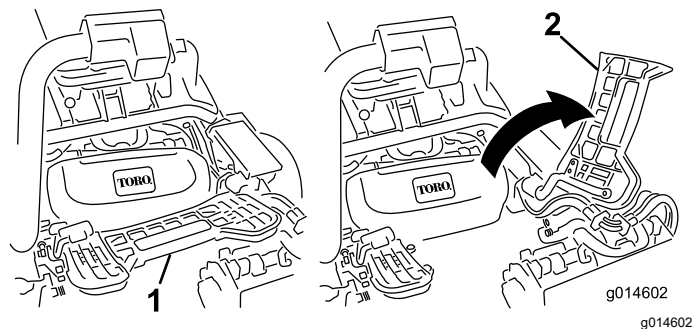

図 53
1. フットレストを跳ね上げて開き、中央カッティングユニット取り付け位置へのアクセスを確保する 図 53。